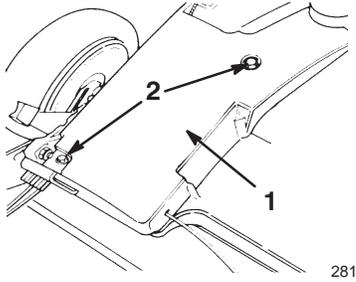

Figure 34
2. Enlevez les boulons qui fixent le couvercle de courroie à la tondeuse (Fig. 34).